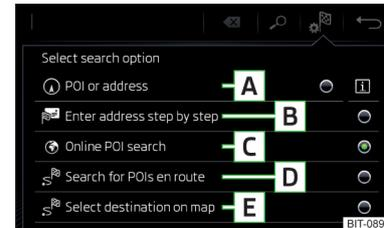

Abb. 207
Funktionsflächen » Abb. 207
- » Anschließend die Funktionsfläche eines der Menüpunkte für die Zielsuche **A**, **C** oder **D** antippen » Abb. 207 auf Seite 185.
- › Anschließend die Funktionsfläche → **B** » Abb. 207 auf Seite 185 antippen.
- › Anschließend die Funktionsfläche → **E** » Abb. 207 auf Seite 185 antippen.